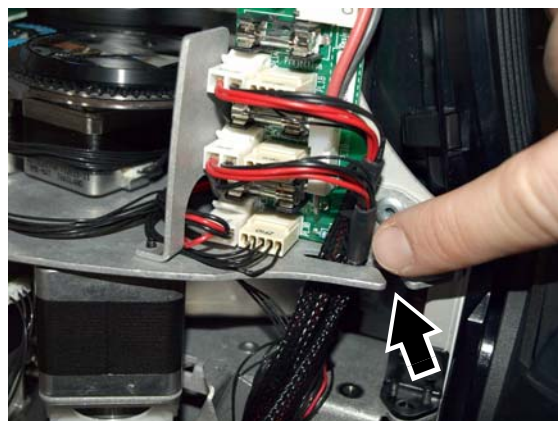

Figure 21: Routage du câblage dans le châssis
10. Consultez la Figure 21. Glissez le faisceau du module IBD et de la trichromie sous l'encoche prévue dans le châssis de la tête (fléché).